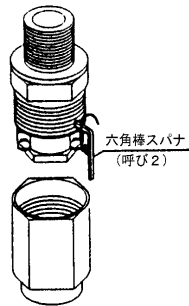

図1
- 2) ニップルからナット(リング)、グラウンド、スリップリング、およびパッキンの順に外してください。なお、**グラウンドは、グラウンドの緩み止め用止めねじを付属の六角棒スパナ(呼び2)で緩めてから取り外してください。**(図1)